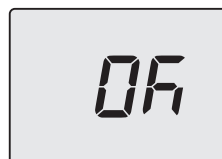

Figura 5.23
- Premendo il tasto 13 si ottiene la conferma del valore inserito. Il display visualizzerà per 5 sec. quanto segue (Figura 5.23) poi, si porterà al livello superiore.